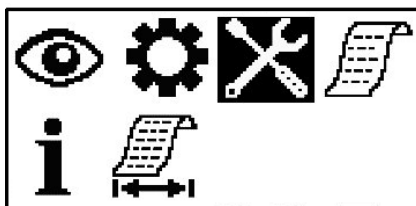

Рисунок 2.7 – Меню выбора специальных режимов (инверсией выделен выбранный символ)
2.3.7.3 Для перехода в меню выбора специальных режимов работы (рисунок 2.7) необходимо в режиме индикации баллов (массовой концентрации) однократно нажать кнопку «⏏».
2.3.7.5 Для перемещения по меню используется кнопка «▶». Изображение выбранного символа инвертируется (см. рисунок 2.7).